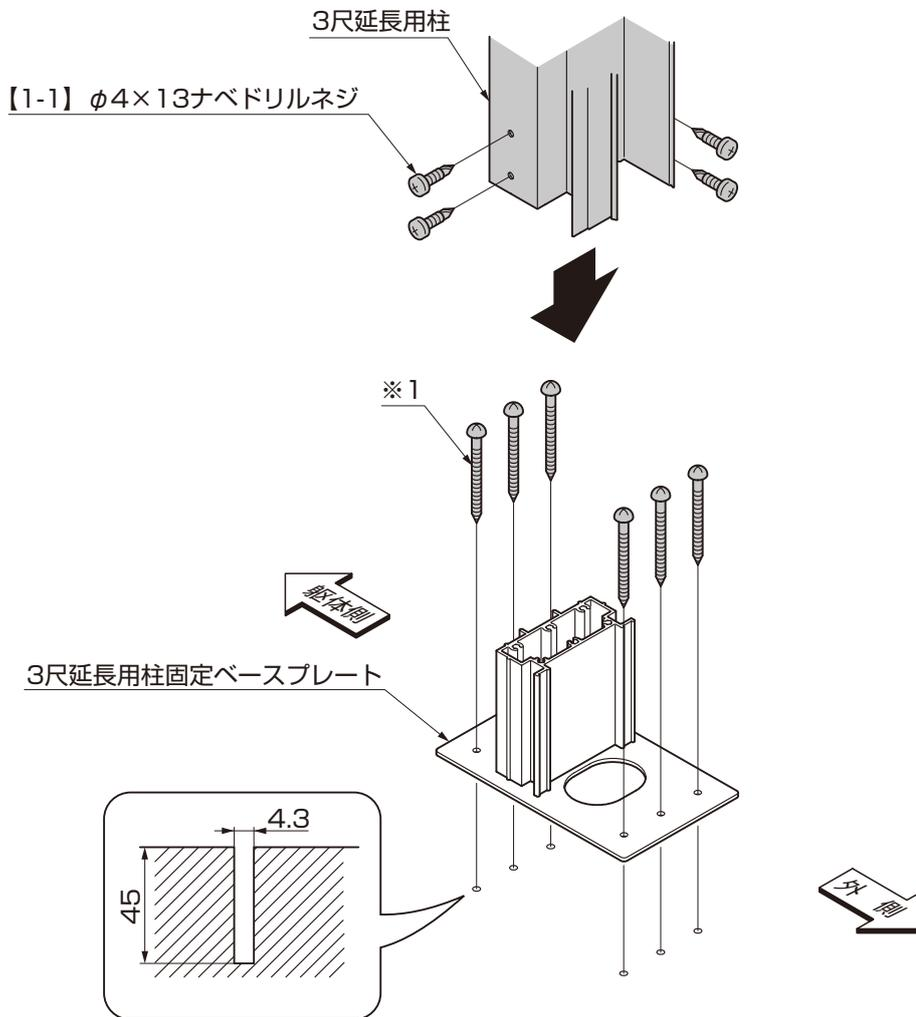

図7-5 3尺延長用柱の固定
- ①3尺延長用柱固定ベースプレートを床に仮止めしてください。(図7-5参照)
- ②3尺延長用柱を3尺延長用柱固定ベースプレートに取付けてください(※1)。